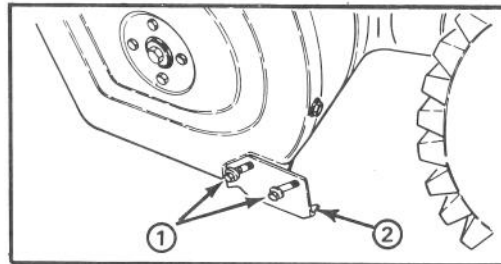

Abbildung 18
EINSTELLEN DER GleitkUFEN (Abb. 18)
2. Die Flanschbolzen (4), die die beiden Gleitkufen mit den Schneckenseitenplatten verbinden lockern (Abb. 18).